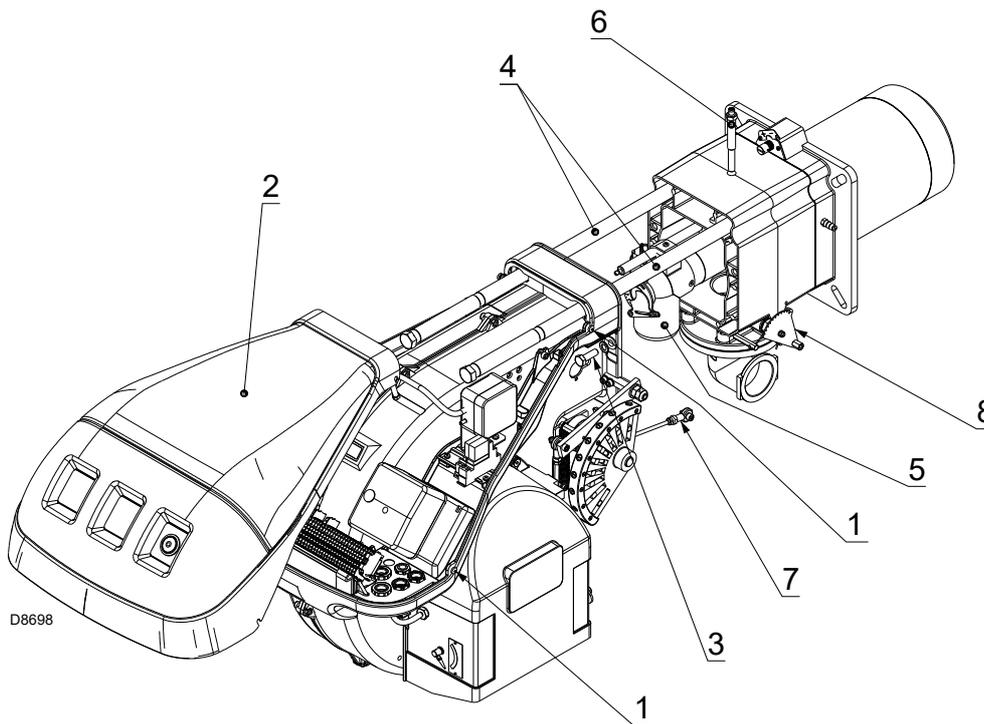

Fig. 38
S'assurer que les trous de sortie de gaz pour la phase d'allumage, présents dans le distributeur de la tête de combustion, soient libres d'impuretés et de dépôts de rouille. En cas de doutes, démonter le coude 5)(Fig. 38, page 33).
- Desserrer les vis 1) et enlever le capot 2)(Fig. 38).
- Remettre le vis 3)(Fig. 38) et tirer délicatement vers l'extérieur les câbles de sonde et d'électrode, jusqu'à les mettre légèrement sous tension.